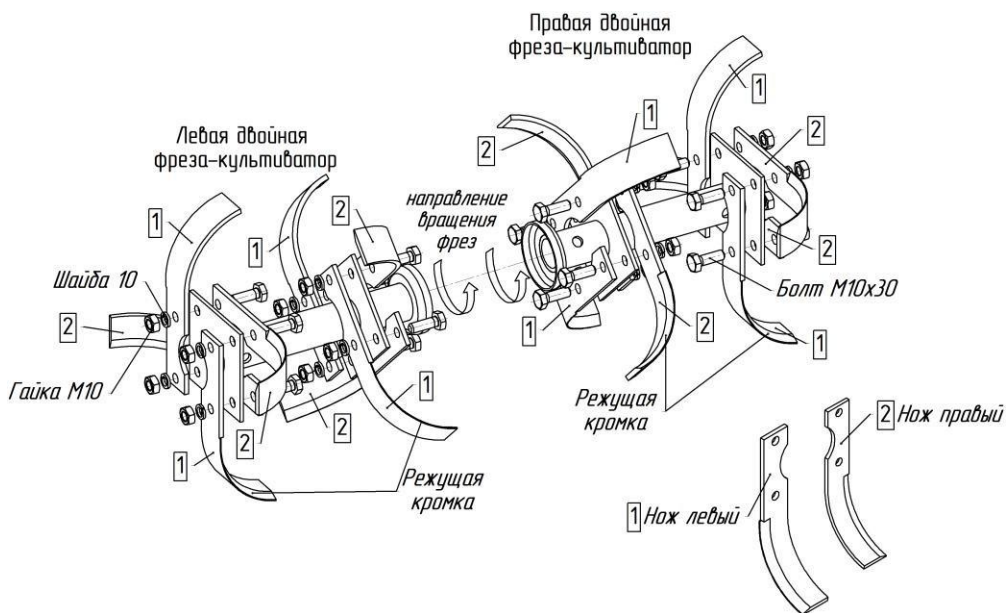

Рис.8. Схема сборки двойных фрез-культиваторов
**ВНИМАНИЕ! ОСТРЫЕ КРОМКИ НОЖЕЙ ДОЛЖНЫ БЫТЬ НАПРАВЛЕННЫ ПО ДВИЖЕНИЮ МОТОБЛОКА (рис.8, 9, 10).**